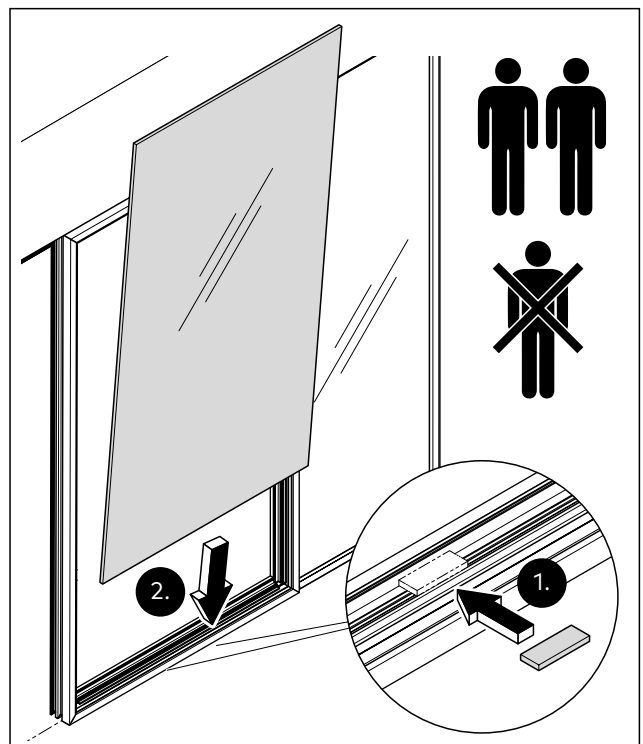

Abb. 33 Das Glas zu zweit auf die Klotzhölzer setzen
1. Die unteren Klotzhölzer bedarfsgerecht vorbereiten (Abb. 33).